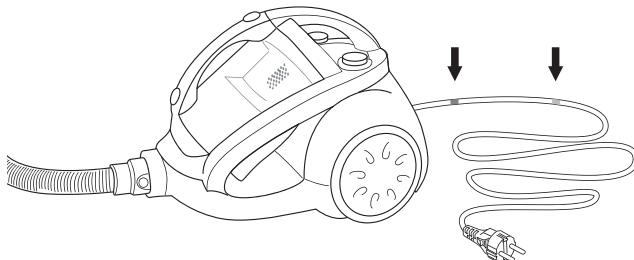

Figura 5
5. El cable lleva una marca amarilla y otra roja, véase la figura 5. Desenrolle el cable hasta alcanzar la marca amarilla.